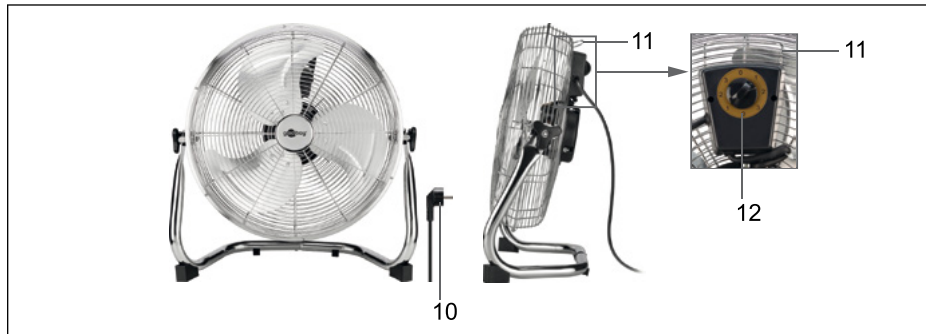

Fig.29: Ventilatore montato
1. Afferrare il ventilatore da pavimento rétro solo dall'impugnatura (11, fig. 29) e posizionarlo su una superficie priva di polvere, stabile e orizzontale.
*La potenza di ventilazione si può regolare in 3 livelli tramite l'interruttore a 4 livelli (12, fig. 29):*